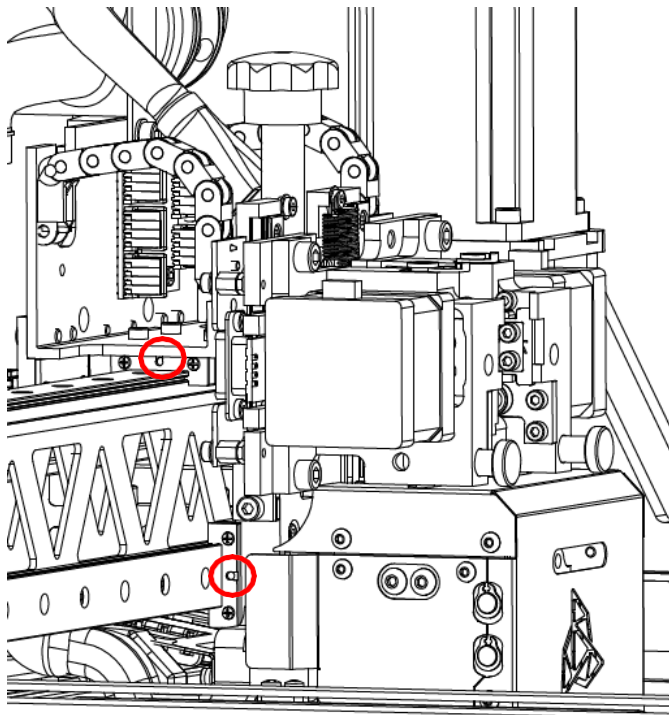

Рис. 69. Месторасположение отверстий для смазки слева
7. Подготовить дозатор с машинным маслом и сжимать бутылку в течение нескольких секунд, чтобы нанести масло в 1 отверстие в передней каретке и 1 отверстие в верхней каретке, как показано на рис. 69.